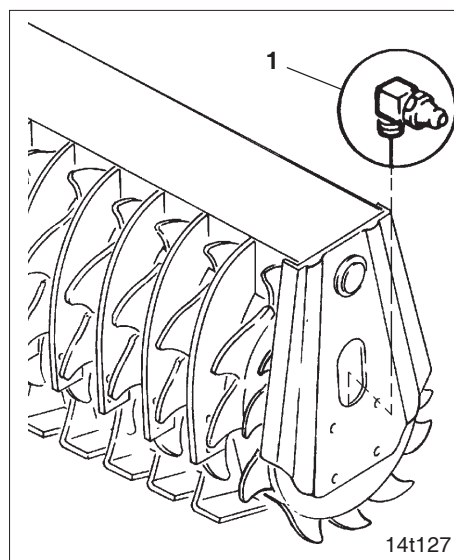

Fig. 19.11
- die beiden Schmiernippel an den Achslagern (Fig. 19.11/1)